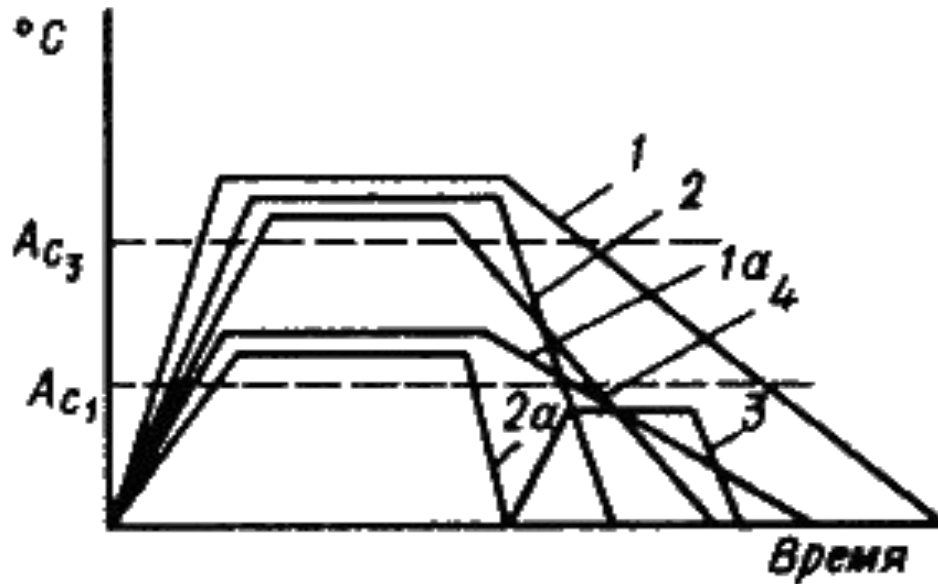

Рис.7
- Цель - изменения внутреннего строения сплава и получения нужных свойств (представляется в виде графика в осях температура – время, см. рис. 7..1).
- Характеризуется нагревом до температур выше критических и очень медленным охлаждением, как правило, вместе с печью (рис. 7 (1, 1a)).